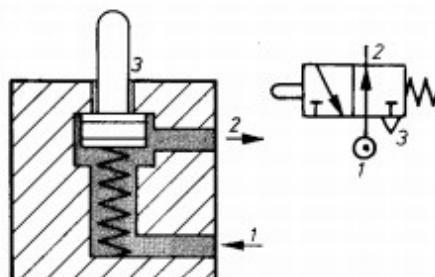

Fig. 6.37 Válvula 3/2 normalmente abierta.
Cuando se acciona la válvula, la vía (3) queda cerrada y el aire comprimido circula de (1) hacia (2). También las hay normalmente abiertas (fig. 6.37), en donde la vía de alimentación (1) se comunica con la vía de utilización (2), hasta que al pulsar la leva se cierra la (1) y la vía (2) se une al escape (3).